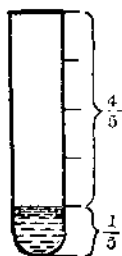

图 3
i. 培养基的制备：取鱼粉 30 克，加水 500 毫升，煮沸后，保持 80°C 左右的温度，浸半小时。用双层纱布过滤，取滤液。并向滤液中再加开水补足至 500 毫升。用氢氧化钠溶液调 pH 值至 7.0~7.5，再加入琼脂 10 克，加热，并不断搅动，使琼脂全部溶化。两种液体混和后，趁热装到一个个 $\phi 15$ 毫米、长 150 毫米的试管里去，液面高度是试管长的 $1/5^{**}$ （图 3），500 毫升这种溶液约可装试管 100 支。装好后，把试管口里外揩拭干净，并塞好用棉絮卷成的塞头。棉塞长约 40 毫米，它的 $3/5$ 塞进试管里。棉塞松紧要适度，与管壁间切不可留有缝隙。待管里的溶液冷却凝结后，每 6 支一捆，用纱绳扎起来，棉塞部分要用牛皮纸包裹，以免在灭菌时打湿（参看图 4）。